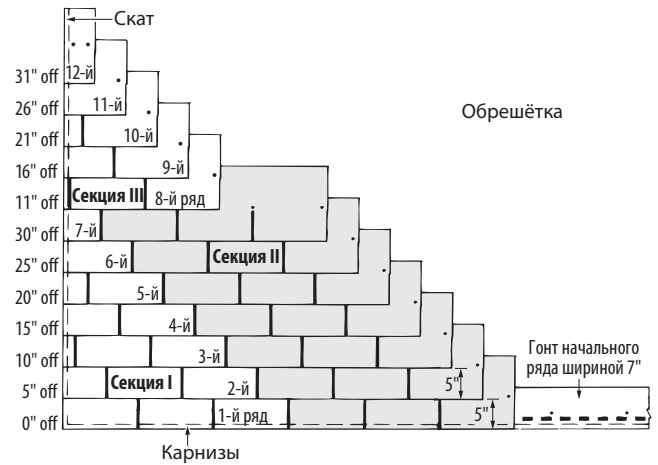

Рис. 13-9. Метод укладки с отрезанием по пять дюймов и монтажом с уступом по диагонали.
1. В начале «Секции I» уложите целый гонт в левом нижнем углу крыши. Язычки гонта должны быть размещены вровень с гонтом начального ряда, и каждый гонт должен быть закреплён четырьмя гвоздями (Рис. 13-9).
**ГОНТЫ «СЕКЦИИ II»:** Все гонты «Секции II» оставляются целыми. Эти гонты будут уложены встык с гонтами «Секции I», с которой начинаются ряды с первого по седьмой. Закрепите все гонты обычным образом (Рис. 13-9).
1. Начните укладку «Секции III» в восьмом ряду с гонта, который был обрезан с левого края на 28 см. Уложите кусок шириной 63,5 см над гонтами седьмого ряда, расположив его вровень с левым краем гонта седьмого ряда и оставив гонт седьмого ряда открытым на 12,7 см. Закрепите гонт в двух стандартных местах, а также на расстоянии 3,2 см внутрь от левого края (Рис. 13-9).
- Последующие четыре ряда, до двенадцатого ряда включительно, должны начинаться с гонта, который на 12,7 см короче, чем первый гонт предыдущего ряда. Таким образом, первый гонт девятого, десятого, одиннадцатого и двенадцатого рядов будут иметь длину 50,8 см, 38,1 см, 25,4 см и 12,7 см, соответственно. Если у вас возникли затруднения, обратитесь к схеме на Рис. 13-9. Обратите внимание, что открытый участок гонта в каждом ряду должен составлять 12,7 см. Закрепите гонт в стандартных местах и на расстоянии 3,2 см от каждого края. Уложите ряды по всей длине крыши с помощью целых гонтов.